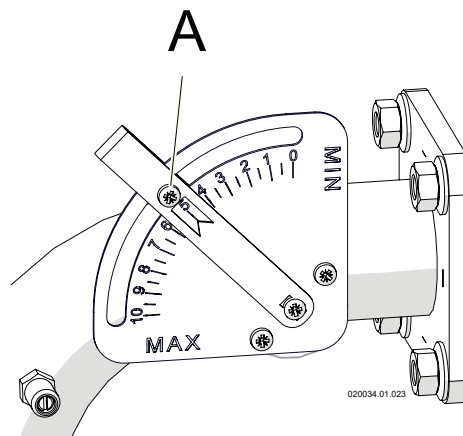

Figura 6-5 - Regolatore CO2 alla massima potenza
- 8.- se il valore misurato si discosta dal valore letto, occorre riportarlo all'interno del valore dato nella tabella di Figura 6-3. Operare sul regolatore di CO2 alla potenza massima ("A" di Figura 6-5).
- 9.- una volta terminato il controllo sigillare con vernice rossa o sistema equivalente la vite "A" del regolatore CO2 (Figura 6-5) per scoraggiarne la manomissione;